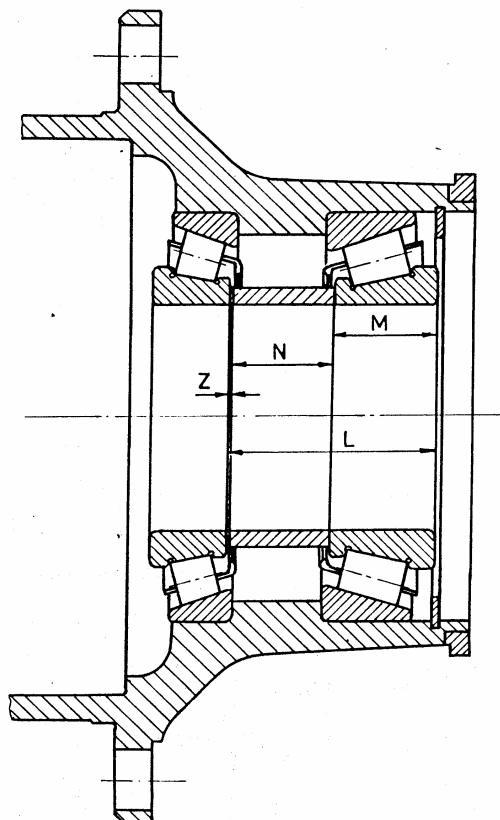

Рис.4. Размеры для расчета сборки ступицы
2. Ступицу положить на внутреннее кольцо наружного подшипника (с использованием соответствующей прокладки) так, чтобы можно было измерять размеры, необходимые для расчета толщины прокладок, вставляемых между распорную втулку и наружный подшипник. Эти прокладки обеспечивают регламентируемый натяг подшипников ступицы колеса, который должен быть от $\pm 0,05\text{мм}$ (рис. 4).